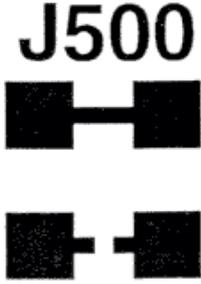

Abb. 6
- falls Ihr A2000 vor der Erweiterung nur 512 KB Chip-Ram verfügt, so müssen Sie den Jumper J500 öffnen. Dieser Jumper befindet sich hinter dem Gary-Adapter und ist als SMD Jumper ausgeführt. Um die Verbindung zu öffnen, müssen Sie die Verbindung zwischen den beiden Lötspots, siehe Abb.6, mit einem scharfen Messer durchtrennen.